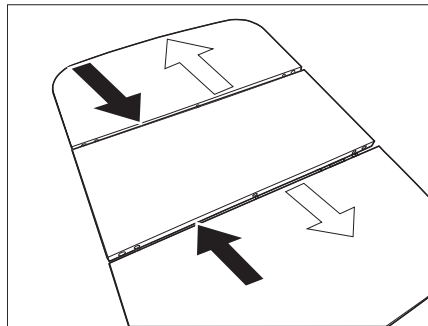

Bild 102 Sänk bordet
- Skjut bordets ytterdelar till mittendelen (Bild 102 - svarta pilar).
- Dra isär bordets ytterdelar (Bild 102 - vita pilar).